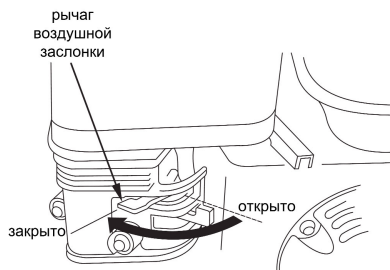

Рис. 9
- перевести рычаг воздушной заслонки в следующее положение (см. рис. 9):